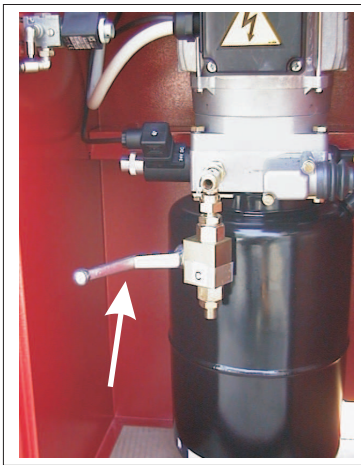

Fig.22 - Abb.22
In caso di dislivello pedane agire sul rubinetto manuale (fig.22) al fine di riportare la pedana a livello.
In case of difference in height, act on tap (fig.22) in order to level the platforms.
En cas de dénivellement des chemins de roulement, agir sur le robinet manuel (fig. 22) afin de reporter le chemin à niveau.
8) Nach Durchführung dieser Arbeitsabläufe, sind die Fahrschienen in die mechanische Sicherheitsvorrichtung abzusetzen. Dabei ist zu achten, daß beide Schren im gleichen Zahn sitzen und daß die Fahrschienen nivelliert sind. Sollte ein Höhenunterschied zwischen den Fahrschienen vorhanden sein, öffnen Sie den Hahn (Abb. 22) um den Höhenausgleich herzustellen.